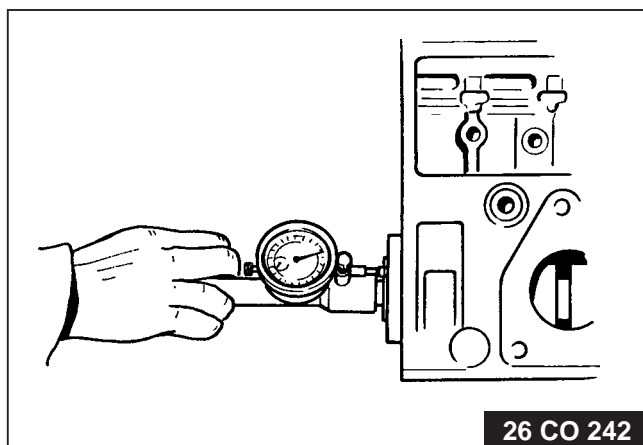

Fig. 7
- d. De axiale speling moet 0,02-0,06 mm bedragen (fig. 7). Deze wordt verkregen door een dikkere of een dunnere stelring aan de aangedreven zijde van de nokkenas te leggen.